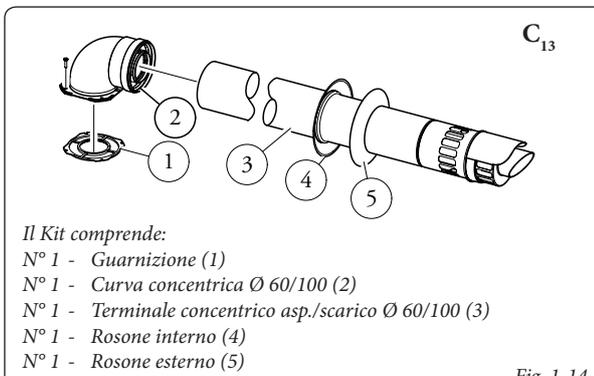

Fig. 1-14
**Kit orizzontali di aspirazione - scarico Ø 60/100.** Montaggio kit (Fig. 1-14): installare la curva con flangia (2) sul foro centrale della caldaia interponendo la guarnizione (1) posizionandola con le sporgenze circolari verso il basso a contatto con la flangia di caldaia e serrare con le viti presenti nel kit. Innestare il tubo terminale concentrico Ø 60/100 (3) con lato maschio (liscio), nel lato femmina della curva (2) sino a portarlo in battuta, accertandosi di avere già inserito il relativo rosone interno ed esterno, in questo modo si otterrà la tenuta e la giunzione degli elementi che compongono il kit.